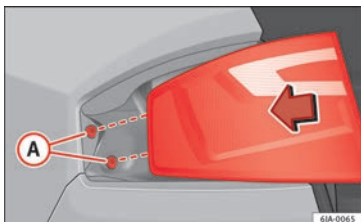

Abb. 102 Heckleuchteneinheit einbauen
- Drücken Sie Heckleuchteneinheit nach hinten (in Fahrtrichtung), sodass die Befestigungen in die Gummibuchsen » **Abb. 102** **A** greifen.